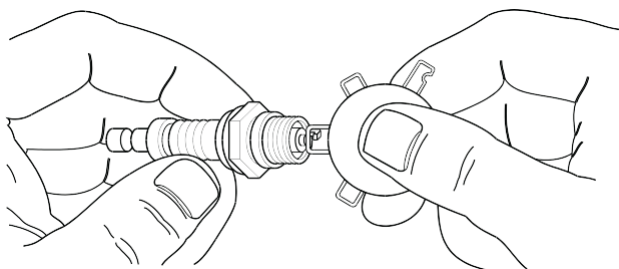

Рисунок 7 – Установка свечи
3. Установите зазор в новой свече равным 0.76 мм. Установите ее в «голову» цилиндра (Рис. 7).